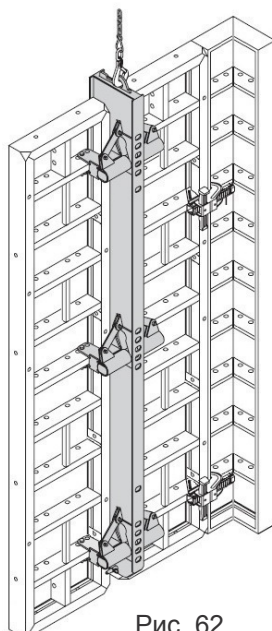

Рис. 62
3. Переместить опалубочную единицу к месту применения и соединить с внутренней опалубкой с помощью выпрямляющих замков BFD. (Рис. 62)